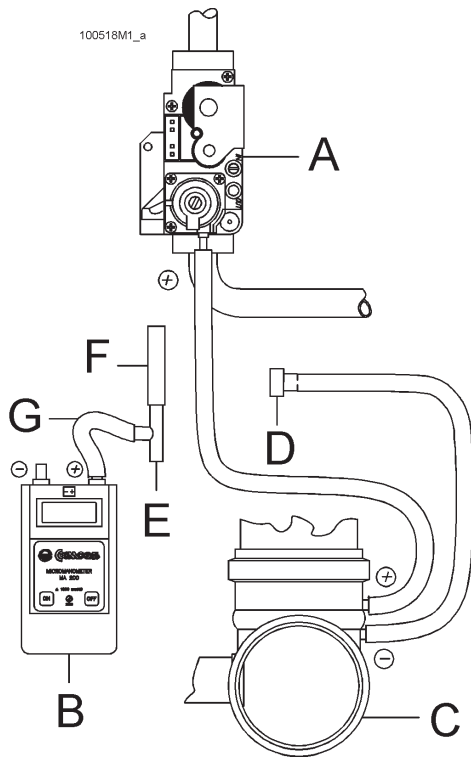
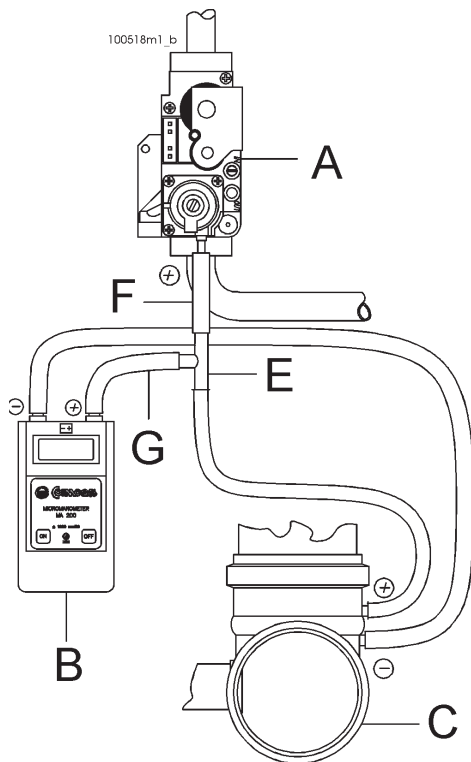

Рисунок 34 - Контроль давления газа на горелке
Рисунок 35 - Контроль давления газа на горелке
- снять заглушку "D" с резиновой трубки (см. рис.34) и подсоединить дифференциальный манометр со шкалой давления не более 0.1 мбар (1 мм H2O) см. рис. 35.
- снять резиновую трубку со штуцера давления "+" на газовой клапане "A" (см. рис. 34)
- подсоединить трубку "F" с газовым клапаном и Т-образный переходник "E" с предварительно снятой трубой клапана как на рис. 35.